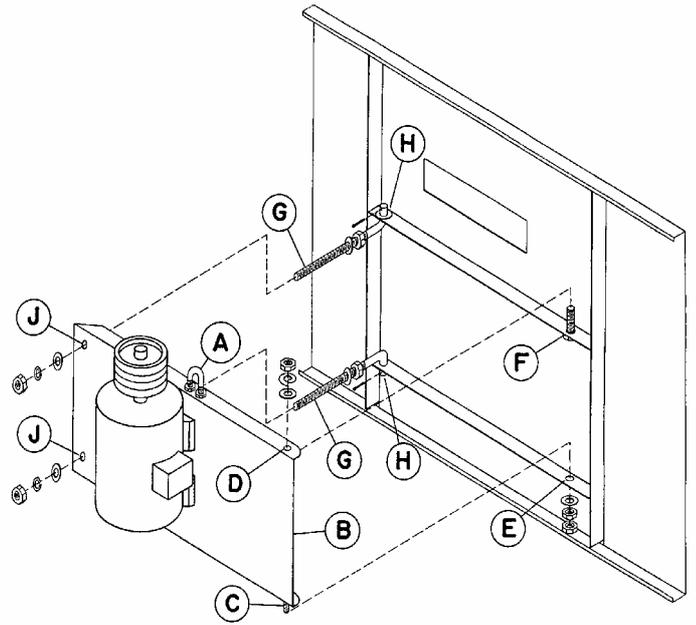
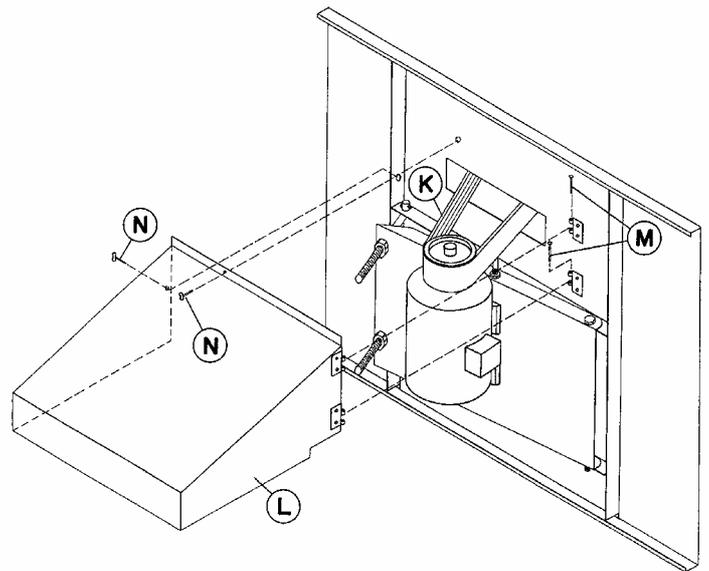

Figura 15 - Installazione esterna motore
Figura 16 - Installazione protezione motore e cinghia "Powerband"
1. Analizzare attentamente la Figura 15 prima di installare la base del motore sull'unità.
2. Inserire la fune per il sollevamento nel golfare a "U" (A) sulla base del motore (B).
5. Inserire le viti "J" (G) nei fori H. Inserire le rondelle piatte e i perni trasversali. Posizionare dadi e rondelle sulla parte filettata delle viti "J", che si troveranno dietro la base del motore, una volta installato.
7. Installare le cinghie "Powerbelt" K (Figura 16) sulle pulegge del motore e del ventilatore. Regolare il tensionamento delle cinghie con viti "J" e dadi, senza stringere eccessivamente. La parte centrale della cinghia dovrebbe flettersi di circa 19 mm. con una leggera pressione della mano.
10. Installare la protezione del motore L, allineandola ai perni di fissaggio M (Vedi Figura 16).